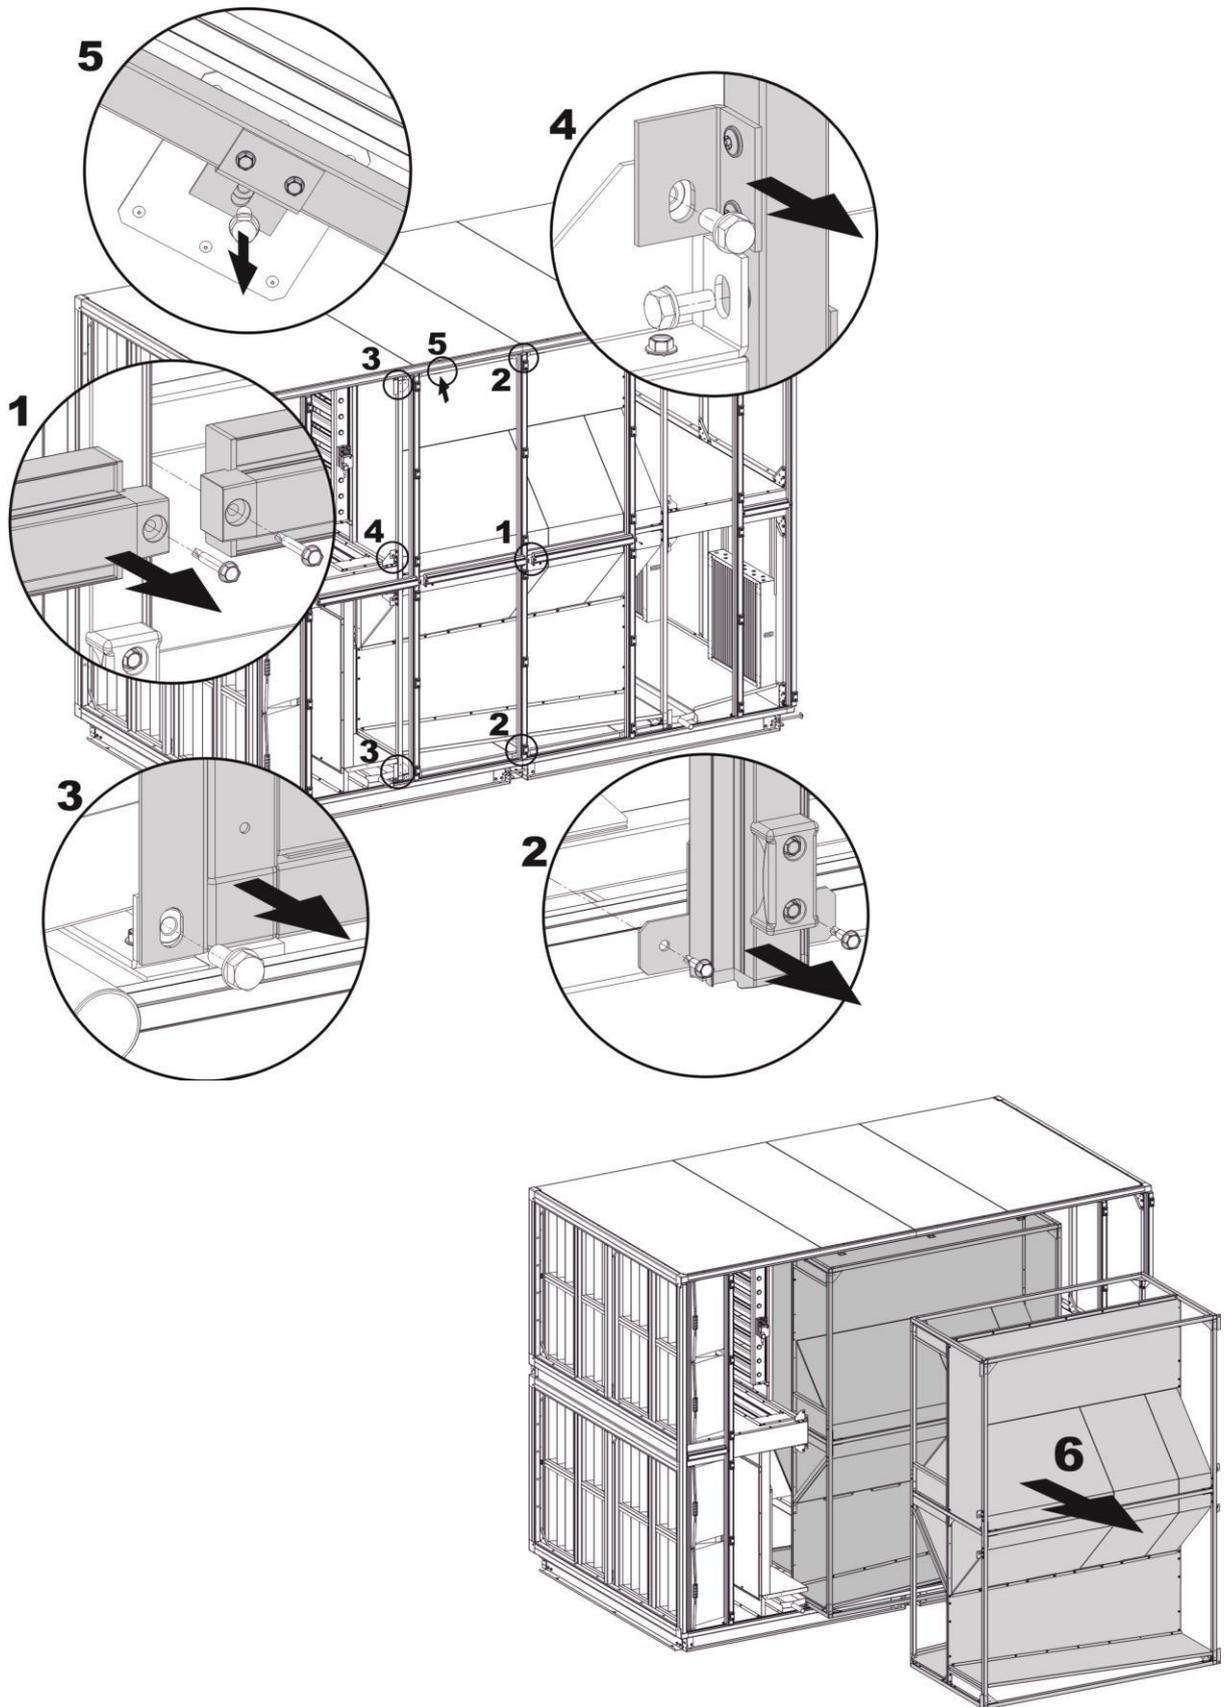

Fig. 23. Desmontagem dos permutadores de calor contra-fluxo da unidade LXVVS 75-650
- 1) Desaperte os parafusos que fixam as colunas horizontais (pos. 1. fig. 23) e remova-as
- 2) Desaperte os parafusos que fixam as colunas verticais na parte superior e inferior (pos. 2. fig. 23) e remova-as da unidade
- 3) Desaperte os parafusos que fixam a caixa do permutador. Os parafusos são localizados na parte superior e inferior (pos. 3. fig. 23) e a meio (pos. 4. fig. 23) da UTA. Nas unidades LXVVS 75-230, existe uma fixação adicional no teto (pos. 5. fig. 23).
- 4) Remova a caixa do permutador da UTA (pos. 6. fig. 23).